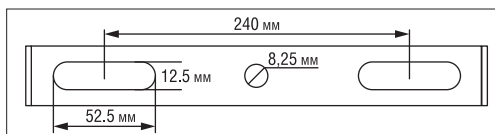

Рис. 1
1. Проектор устанавливают на поверхности при помощи кронштейна с тремя отверстиями, Рис. 1.